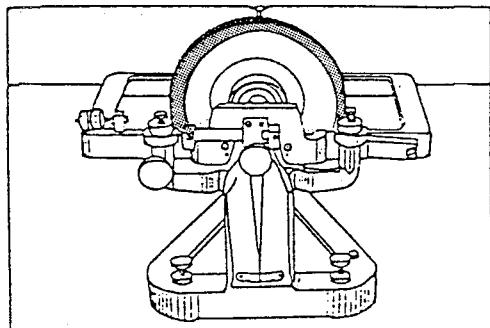

図1-16 重心が真下にくると、振針は0を指す
(4) 磁石の重心を見つけ印をつける。
① 止めピンを抜くと、スイングフレームが重い側(左か右)に傾くので、傾いた方向に磁石を少しづつ回わして、スイングフレームが傾かなくなる所を見つける(図1-16)。